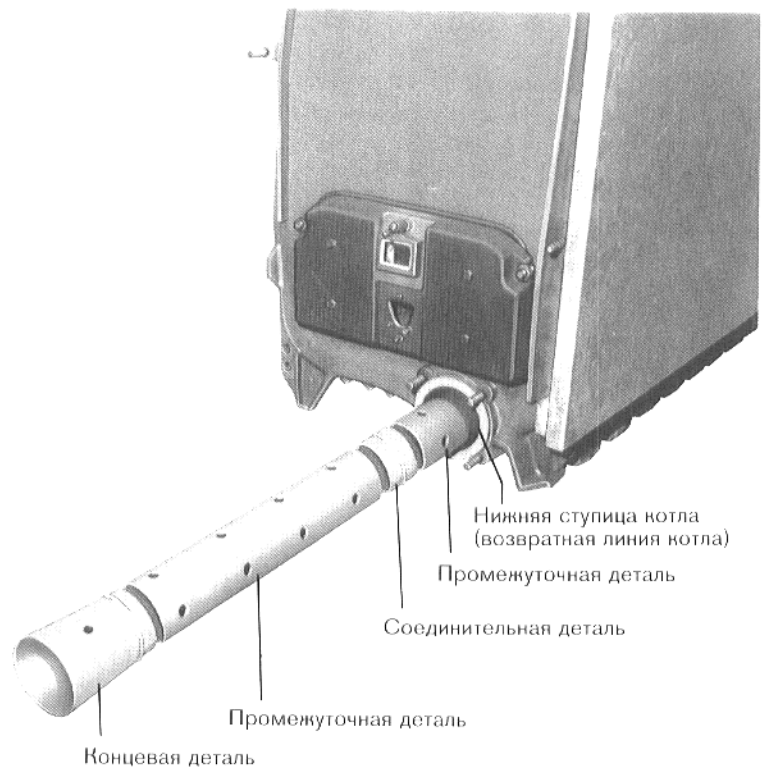

Рис. 20 – схематическое изображение
2. Вставить первую концевую деталь (поз. 1) в последнюю промежуточную деталь (поз. 2, 3 или 4) питательной трубы и до упора втолкнуть в нижнюю ступицу котла (рис. 20).
3. Насадить и слегка привинтить соединительный фланец возвратной линии с уплотнением на нижнюю ступицу котла (рис. 20 и 21).